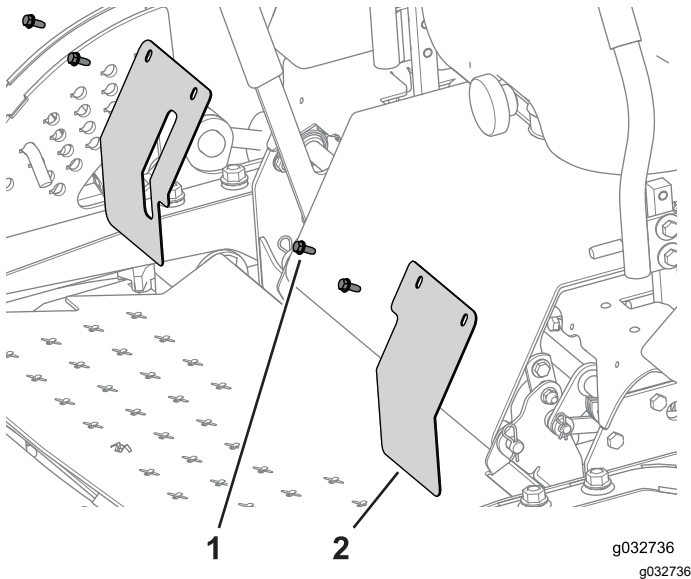

Bild 114
1. Entfernen Sie die Abdeckplatten und legen sie zur Seite (**Bild 114**).